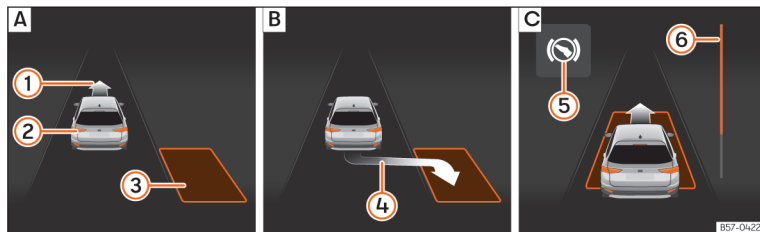
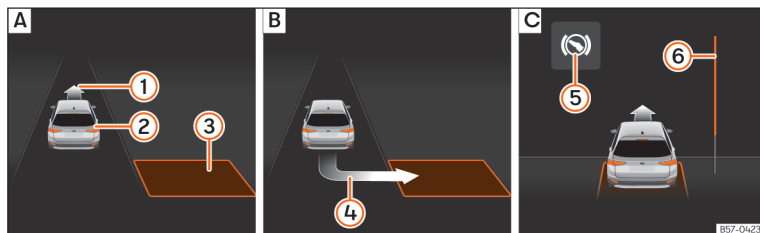

Abb. 205 Am Bildschirm des Kombi-Instruments: längs einparken. [A] Parklücke suchen. [B] Position zum Einparken. [C] Rangieren.
Abb. 206 Am Bildschirm des Kombi-Instruments: quer einparken. [A] Parklücke suchen. [B] Position zum Einparken. [C] Rangieren.
- Schauen Sie auf der Bildschirmanzeige im Kombi-Instrument, ob die Parklücke als „geeignet“ erkannt wurde und ob die korrekte Position zum Einparken » **Abb. 205** [B]
oder » **Abb. 206** [B] erreicht wurde. Die Parklücke wird als „geeignet“ betrachtet, wenn auf dem Bildschirm des Kombi-Instruments die Anzeige zum Einparken erscheint ④.
• Fahren Sie rückwärts, bis das Dauertonsignal des ParkPilot ertönt; **ODER:** fahren Sie zurück, bis auf dem Bildschirm des Kombi-Instruments die Anzeige für Vorwärtsfahren **» Abb. 205 [C]** oder **» Abb. 206 [C]** erscheint; **ODER:** fahren Sie zurück, bis am Bildschirm des Kombi-Instruments die Meldung **Park Assist beendet** erscheint. Die Fortschrittsanzeige **6** zeigt den zurückzulegenden Abstand an **» Seite 307.**
• Fahren Sie vorwärts, bis das Dauertonsignal des ParkPilot ertönt; **ODER:** fahren Sie vorwärts, bis am Bildschirm des Kombi-Instruments die Anzeige zur Rückwärtsfahrt erscheint. Der Parklenkassistent lenkt das Fahrzeug vorwärts und rückwärts bis es in der Parklücke zentriert ist **» Abb. 205 [C]** oder **» Abb. 206 [C].**
» Abb. 205 6 und **» Abb. 206 6** im Display des Kombi-Instruments zeigt symbolisch die noch zu fahrende relative Fahrstrecke an. Je länger die Distanz ist, desto größer ist der Füllstand des Fortschrittsbalkens. Bei Vorwärtsfahrt nimmt die Füllung des Fortschrittsbalkens nach oben ab und bei Rückwärtsfahrt nimmt die Füllung des Fortschrittsbalkens nach unten ab.